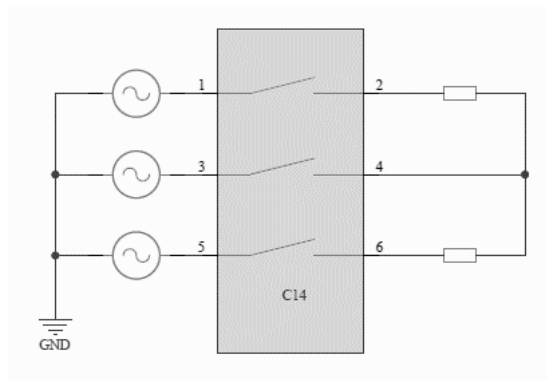

Bild 2 Beispiel für 1-phasige Lasten ohne Neutralleiter
- Im Fall 1-phasiger Lasten ohne Neutralleiter (**Bild 2**) ist dafür Sorge zu tragen, dass alle am Stromfluss beteiligten Phasen angesteuert werden, um unbeabsichtigte Fehler zu vermeiden. Weiterhin kann der Rückleiter beliebig gewählt werden, es ist nicht zwingend Phase 2 zu verwenden.